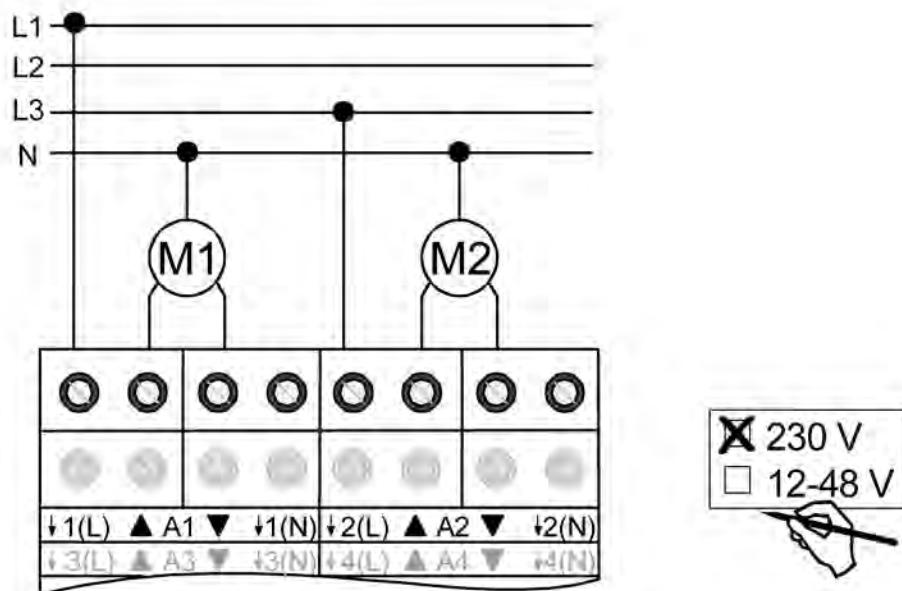

Bild 4: Elektrischer Anschluss für 230 V-Antriebsmotoren
- Antriebsmotoren gemäß Anschluss-Beispiel anschließen (siehe Bild 4).
- In der beschriebenen Anschlussart (siehe Bild 4) ist es nicht unbedingt erforderlich, den N-Leiter an den Jalousieaktor anzuschließen. Wenn jedoch Antriebsmotoren mit hochohmigen Fahrtrichtungseingängen (z. B. Antriebe mit elektronischen Endlagenschaltern) angeschlossen werden, ist es erforderlich, auch den N-Leiter an die entsprechende Klemme des Jalousieaktors aufzulegen. Hierzu sind die Angaben der Antriebshersteller zu beachten. Wenn der N-leiter angeschlossen ist und der betroffene Ausgang durch Nachtriggern längere Zeit ohne Unterbrechung bestromt wird, kann dies zur unzulässigen Erwärmung des Jalousieaktors führen. Maximale Einschaltzeit (ED) beachten (vgl. "Technische Daten").